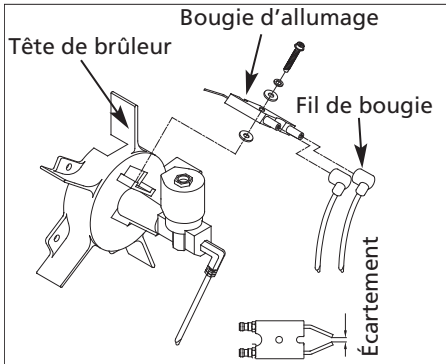

Figure 12 - Bougie d'allumage
- Débrancher le fil de bougie de la bougie (voir la Figure 12, page 8).